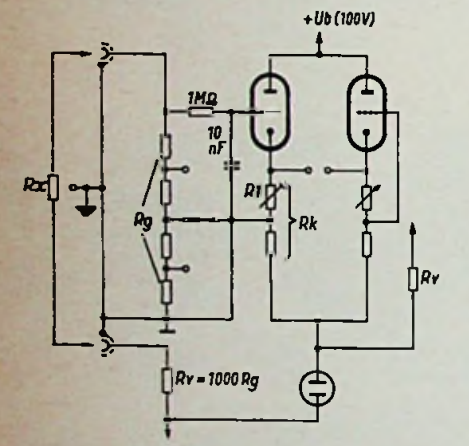

Bild 1. Prinzip des Universal-Ohmmeters; (V für ECC 82 ~ 8)
**Prinzipschaltung:** Aus Bild 1 ergibt sich die Schaltungsart. Es handelt sich hier um eine Anodenbasisschaltung (Katodenverstärker), bei der die Gittervorspannung im eigenen